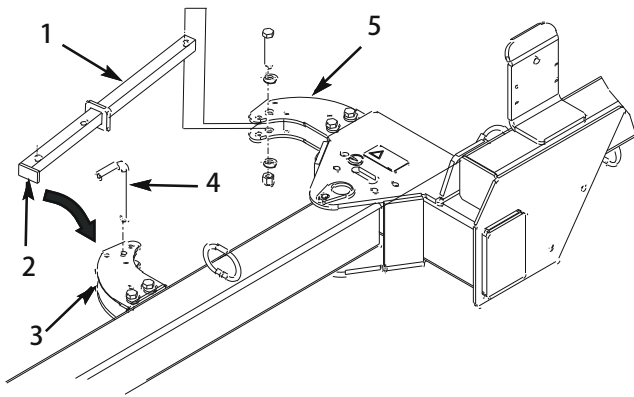

図 4
2. アクチュエータ・アームのタブ (溶接付け) の端を前アクチュエータ・タブのピン (溶接付け) の間に差し込む (図 4)。
3. アクチュエータ・アームを前アクチュエータ・タブにヒッチ・ピンで固定する (図 4)。
4. アクチュエータ・アームの後端部を後アクチュエータ・タブに差し入れて取り付け穴を整列させる (図 4)。
5. キャップスクリュー (1/2-13 x 2-3/4" ; 1本)、平ワッシャ (0.531 x .063; 2枚)、ロックナット (1/2-13; 1個) を使って、アクチュエータ・アームをアクチュエータ・タブに固定する。各部分が図4 のようになる。